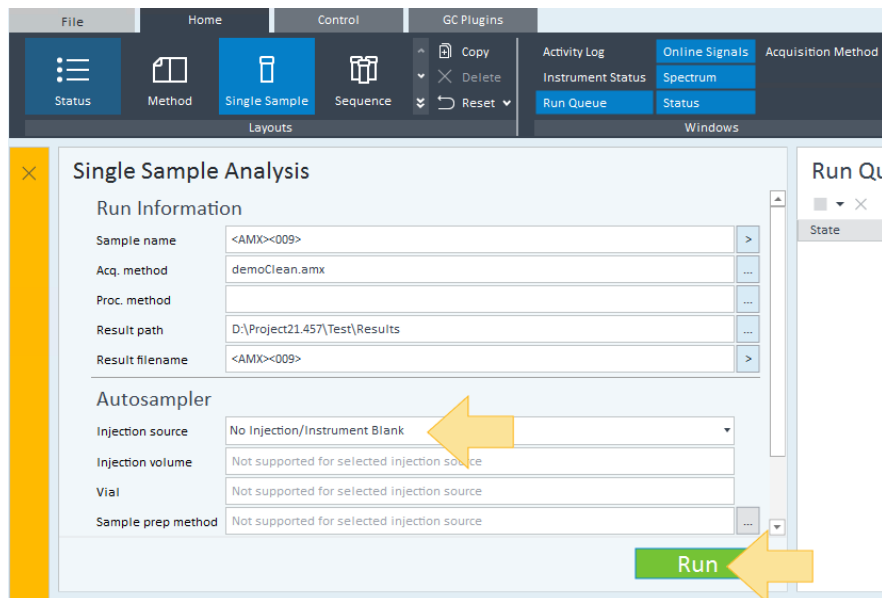

图 30. 单个样品窗口
- 8 对于**进样源**，选择**无进样 / 仪器空**。此模式告诉 GC 和 MS 运行指定的方法，即使未包含任何样本。（请参阅图 30（第 100 页）。）